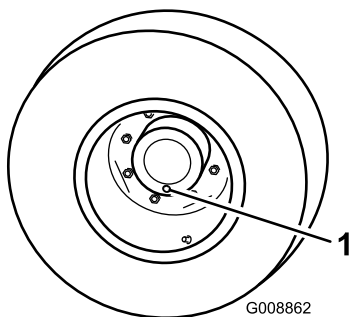

Figure 66
- Placez la machine sur une surface plane et horizontale et tournez une roue de sorte que l'un des bouchons de contrôle se trouve à la position la plus basse (6 heures) (Figure 66).